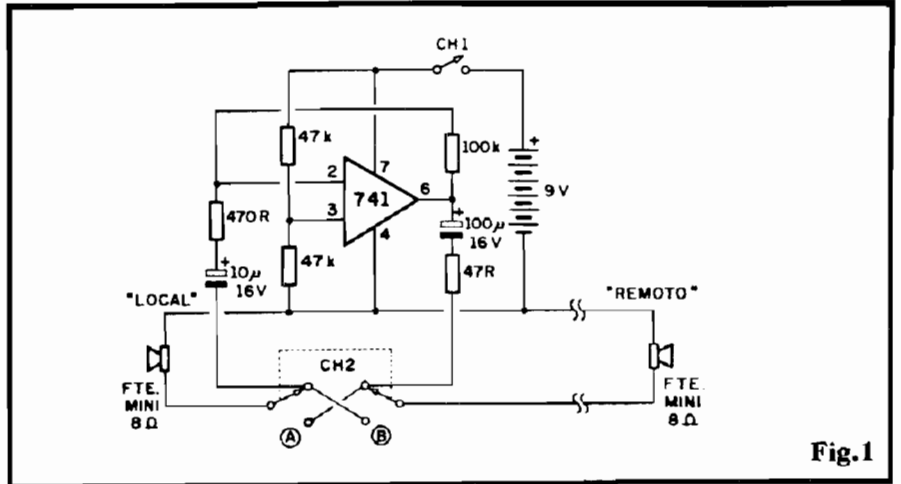

Fig.1
- **FIG. 1 - O CIRCUITO** - No "centro" do circuito, um único, pequeno e "humilde" (embora versatílimo...) Integrado 741, amplificador operacional, faz "só tudo"...! Para poder trabalhar confortavelmente com fonte única (os circuitos típicos em Amplificadores Operacionais Integrados normalmente requerem fonte split ou duplas...), um referencial de "meia Tensão" da alimentação geral é oferecido pelo "totem" de dois resistores de 47K, cujo "nó" está ligado à Entrada Não Inversora (pino 3) do 741... Já o pino 2 - Entrada Inversora - recebe diretamente os sinais elétricos "traduzidos" por um pequeno alto-falante (que, no caso, funciona como microfone...), através do capacitor de isolamento (10u) em série com um resistor de 470R... O resistor de 100K, entre a Saída do Operacional (pino 6) e a citada Entrada Inversora, promove a realimentação e determina o elevado ganho geral do arranjo, que matematicamente corresponde à razão entre o dito valor de 100K e o valor do resistor de Entrada, 470R (um fator de amplificação superior a 200, confirmam...). Dessa forma, os tênues sinais elétricos enviados pelo alto-falante/microfone, são elevados em nível por um fator de mais de 200 vezes, e tornam-se presentes, na Saída (pino 6) em condição suficiente para excitação de outro pequeno alto-falante (este na função